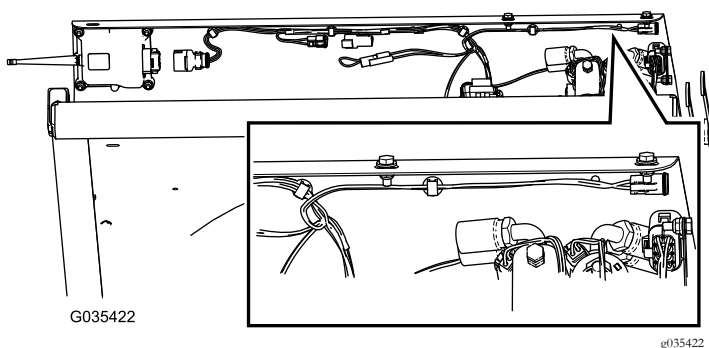

図 13
3. ワイヤハーネスのEストップ用接続端部を、図 13に示すようにフェンダガードの下に沿って配設する。